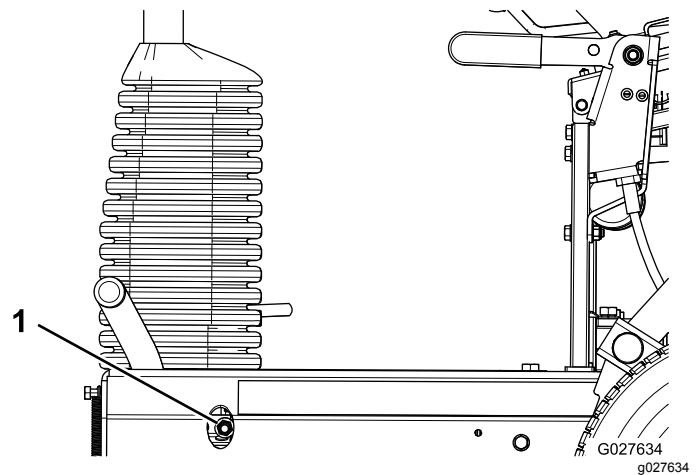

Bild 37
- Ziehen Sie die Sicherungsmutter der Bremse an, um die Bremskraft zu erhöhen (Bild 37).
- Lösen Sie die Sicherungsmutter der Bremse an, um die Bremskraft zu verringern (Bild 37).